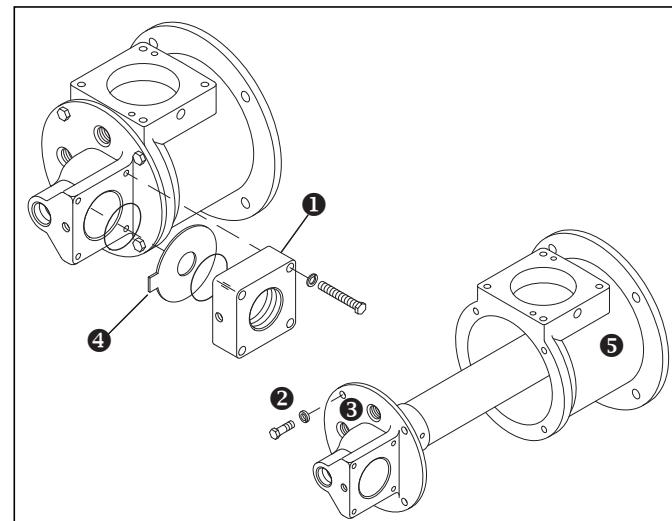

Figure 5.1.
6. 拆除并清洗孔板 ④，参见图 5.1。
检查喷嘴和燃烧管 / 耐火砖时无需把燃烧器从燃烧室壁上拆除，也无需进入燃烧室。参见图 5.1。执行以下操作：